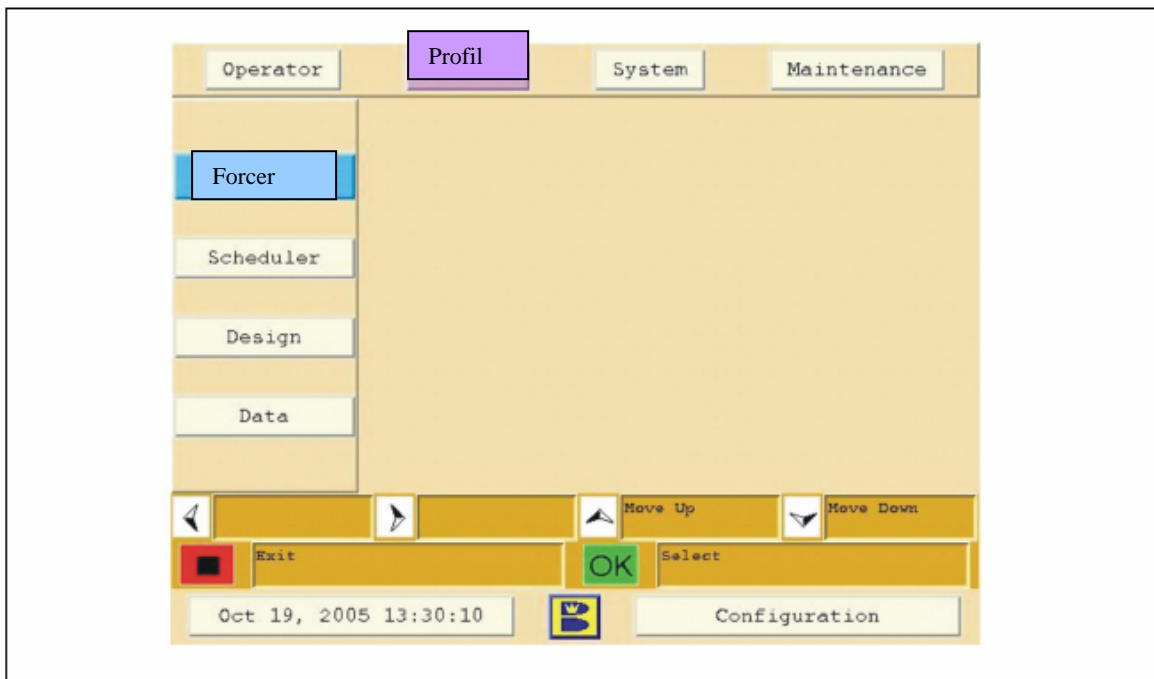

Figure 4-4. Ecran du profil de huilage
1. Appuyez sur **"Sortir"** jusqu'à atteindre l'écran principal pour cette section – Opérateur, Profil de huilage, Système, ou Entretien (la zone active sera vide et seule la barre de navigation gauche sera visible). Référez-vous à la Figure 4-4.
L'écran du profil de huilage vous laisse choisir, modifier, créer, ou ignorer un profil de huilage. L'Authority22 possède des profils de huilage préprogrammés. Vous pouvez utiliser ces profils comme les vôtres, ou les utiliser comme modèle pour créer les vôtres – il vous suffit de trouver le profil le plus proche de ce que vous voulez et d'ajuster la longueur de la zone et les quantités d'huile. Vous pouvez revenir aux profils par défaut à tout moment. Référez-vous à la Figure 4-4.